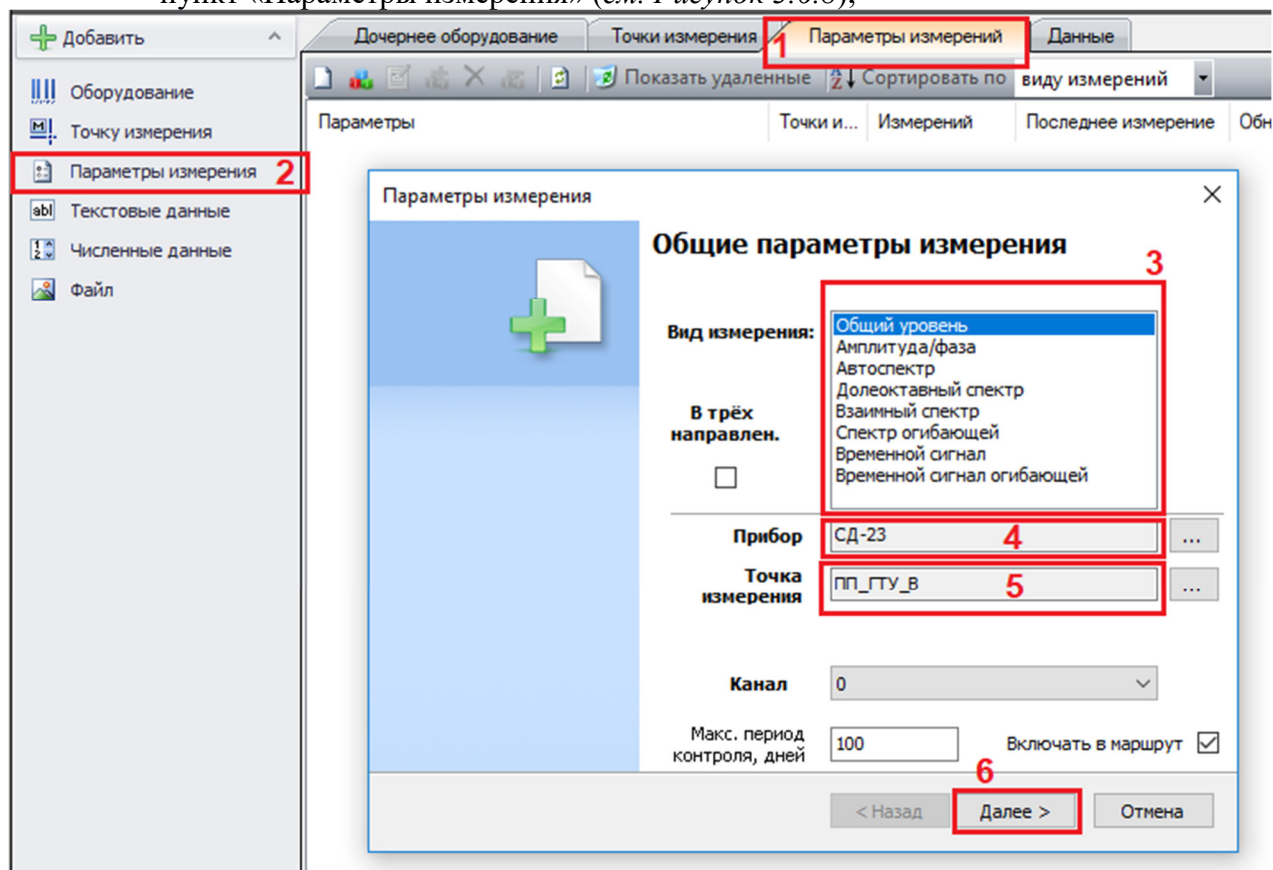

Рисунок 3.6.8
- перейти на вкладку «Параметры измерений» и в меню «Добавить» выбрать пункт «Параметры измерения» (см. Рисунок 3.6.8);